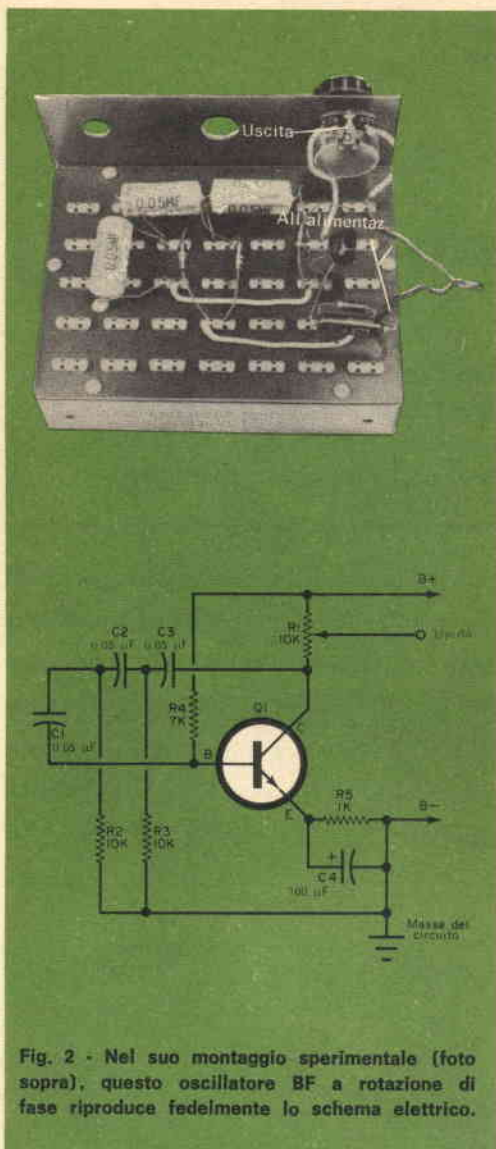

Fig. 2 - Nel suo montaggio sperimentale (foto sopra), questo oscillatore BF a rotazione di fase riproduce fedelmente lo schema elettrico.
**Disposizione delle parti** - Talvolta, ma non sempre però, un circuito può essere montato in forma sperimentale esattamente come appare nello schema elettrico: un esempio di circuito di questo tipo è illustrato nella fig. 2, nella quale si vede montato su un telaio sperimentale lo schema di un oscillatore BF a rotazione di fase. Si noti la perfetta corrispondenza tra i simboli schematici ed i componenti fisici.